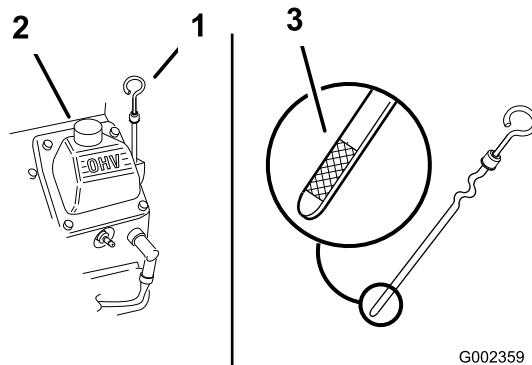

图20
3. 清洁量油尺周围的区域（图20），防止灰尘落入注油孔并损坏发动机。
4. 拧下量油尺，并将端部擦拭干净（图20）。
5. 将量油尺完全滑入加油管，但切勿旋回管子（图20）。
6. 慢慢向加油管（图20）注入规定油量的大约 80%。